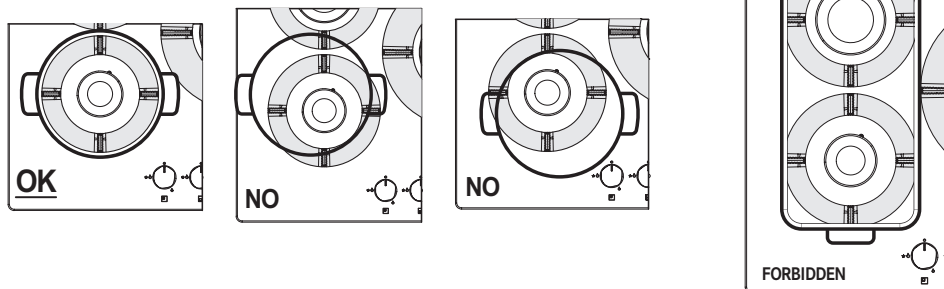

Fig. 1
Utilizarea unor vase mai mari decât cele specificate pot cauza încălzirea excesivă a butoanelor și părții superioare, iar în caz de utilizare prelungită, îngălbenirea capacului (dacă este din oțel inoxidabil). Franke își declină orice responsabilitate pentru defecțiunile rezultate din utilizarea aparatului în acest mod (Fig. 1).
- ▷ Nu puneți aceeași tigaie pe două arzătoare (Fig. 1).
- ▷ Nu folosiți două arzătoare aprinse în același timp cu un singur recipient, cum ar fi o cratiță sau o tigaie de pește (Fig. 1).